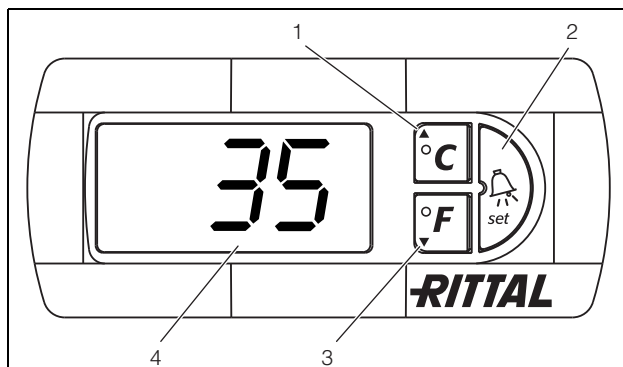

Fig. 24 : Régulateur confort
Le régulateur confort dispose d'un affichage à 7 segments (fig. 24, n° 4). Après la mise sous tension, il commence par afficher pendant env. 2 secondes la version actuelle du logiciel utilisé.
La programmation de l'appareil se fait à l'aide des touches 1 – 3 (fig. 24). Les paramètres correspondants sont également visualisés sur l'afficheur.
- Appuyer simultanément sur les touches 1 et 2 (fig. 24) pendant au moins 5 secondes.
Les touches 1, 2 et 3 (fig. 24) vous permettent de modifier 24 paramètres à l'intérieur des plages définies (valeurs limites minimales et maximales).